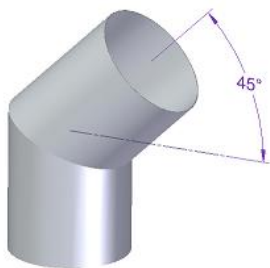
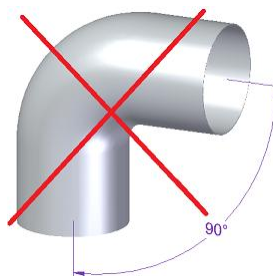

Figura 1 - Inclinação correta para as curvas
Figura 2 - Inclinação incorreta para as curvas
* Nas condições nominais de operação, a tiragem dos gases de combustão deve originar uma depressão de -12 Pa um metro acima do gargalo da chaminé. Para conseguir uma boa instalação deverão ser aplicados, verticalmente, pelo menos 2 metros de tubo metálico de chaminé com o mesmo diâmetro da saída de fumos do recuperador. No seguimento desse troço é admissível a utilização de elementos de tubagem com a inclinação máxima de 45°. As Figura 1 e Figura 2 mostram a inclinação correta e incorreta no caso de necessitar instalar uma curva, respetivamente.